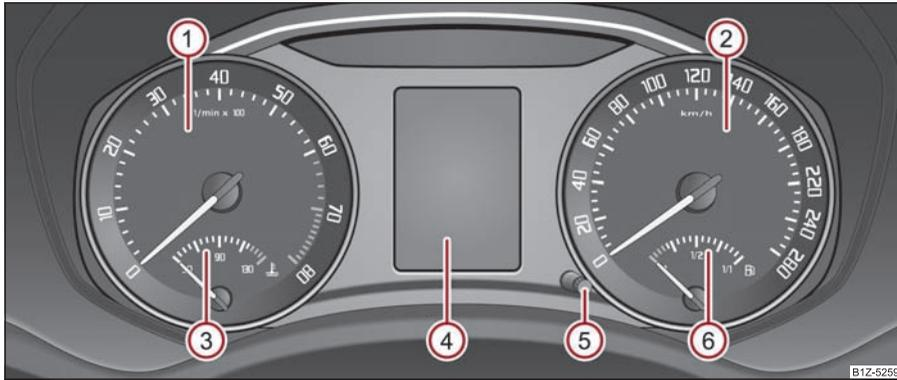

Fig. 15 Combiné d'instruments
La zone rouge du cadran du compte-tours ① ⇒ page 15, fig. 15 représente la zone dans laquelle le calculateur du moteur commence à limiter le régime moteur. Le calculateur du moteur limite le régime moteur à des valeurs limites sûres.
L'indicateur de température du liquide de refroidissement ③ ⇒ page 15, fig. 15 ne fonctionne que si le contact est mis.
La jauge de carburant ⑥ ⇒ page 15, fig. 15 ne fonctionne que si le contact est mis.
Le compteur journalier revient sur zéro si vous appuyez pendant 1 seconde environ sur le bouton  ⇒ page 15, fig. 15.
Vous pouvez remettre à zéro les indicateurs de la périodicité des entretiens également au moyen du bouton  ⇒ page 15, fig. 15.
Vous pouvez régler l'heure avec le bouton rotatif  ⇒ page 15, fig. 15.